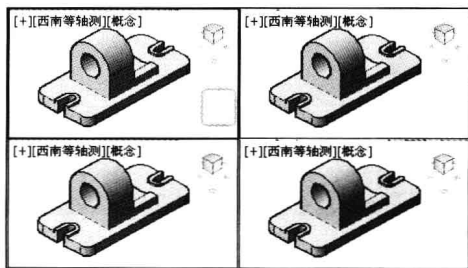

图 1-19
- 02 单击“视口控件→视口配置列表→四个相等”，显示效果如图 1-19 所示。